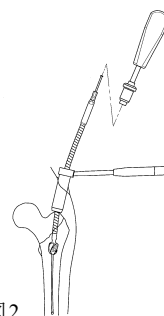

図 2
- グリップハンドルをフレキシブルリーマー後端に接続し、スキンプロテクターを介して近位部をリーミングします。（図 2）